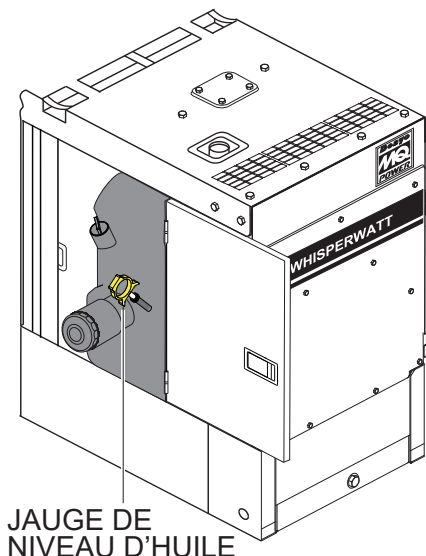

Figure 27. Jauge d'huile moteur
2. Retirez la **jauge d'huile moteur** de son support (Figure 27) et essuyez-la.